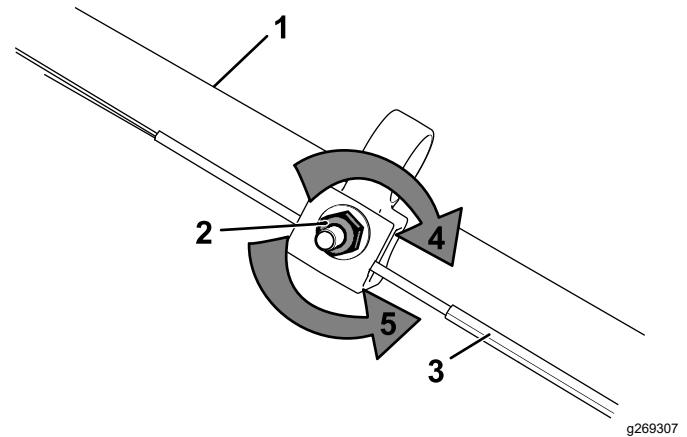

Figura 35
1. Gire la tuerca de ajuste en sentido antihorario para aflojar el cable (Figura 35).
2. Ajuste la tensión del cable (Figura 35) tirando del mismo hacia atrás o empujándolo hacia adelante, y manténgalo en esa posición.